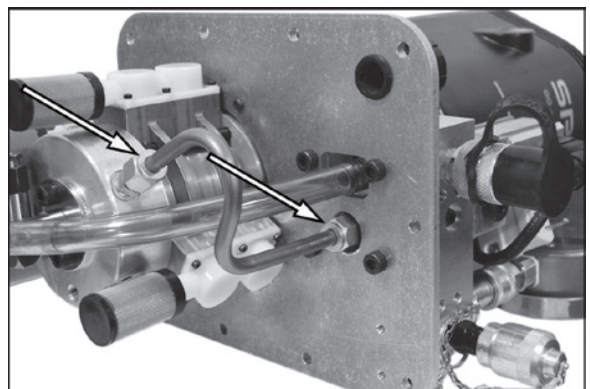

Figura 71.
2. Vedere la Figura 71. Allentare i due raccordi di compressione e rimuovere il tubo ad alta pressione.